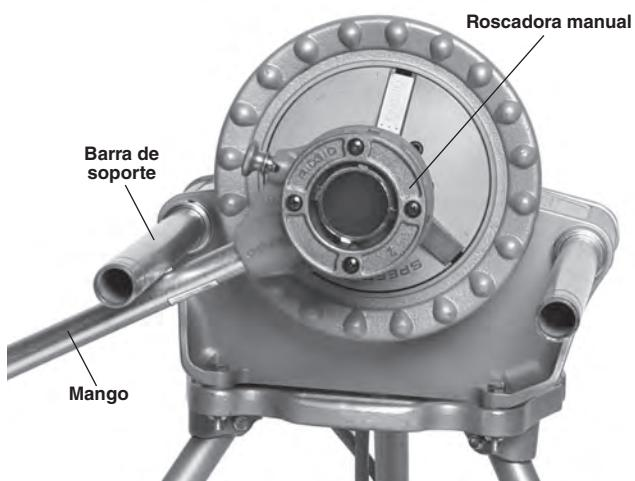

Figura 20 – Extracción de la roscadora fuera del tubo roscado; el mango está adosado contra la parte inferior de la barra.
- c. Despliegue completamente la barra de soporte del lado del conmutador y levante el mango de la roscadora hasta que tope contra la parte de debajo de la barra. Agarre el extremo del mango de la roscadora con la mano izquierda. Para evitar pellizcos, no introduzca la mano ni los dedos entre el mango de la roscadora y la barra de soporte. Mantenga el mango en contacto con la barra de soporte. Vea *la Figura 20*.